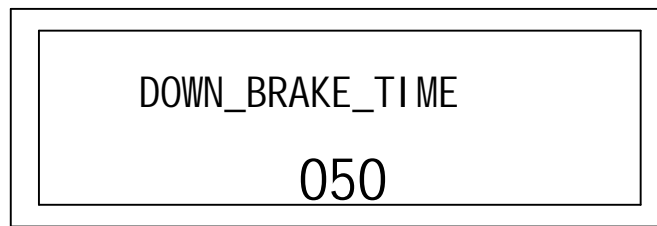

Fig.15: DOWN_BRAKE_TIME setup
10). DOWN_BRAKE_TIME: DOWN_BRAKE_TIME in reverse. Fig.15.